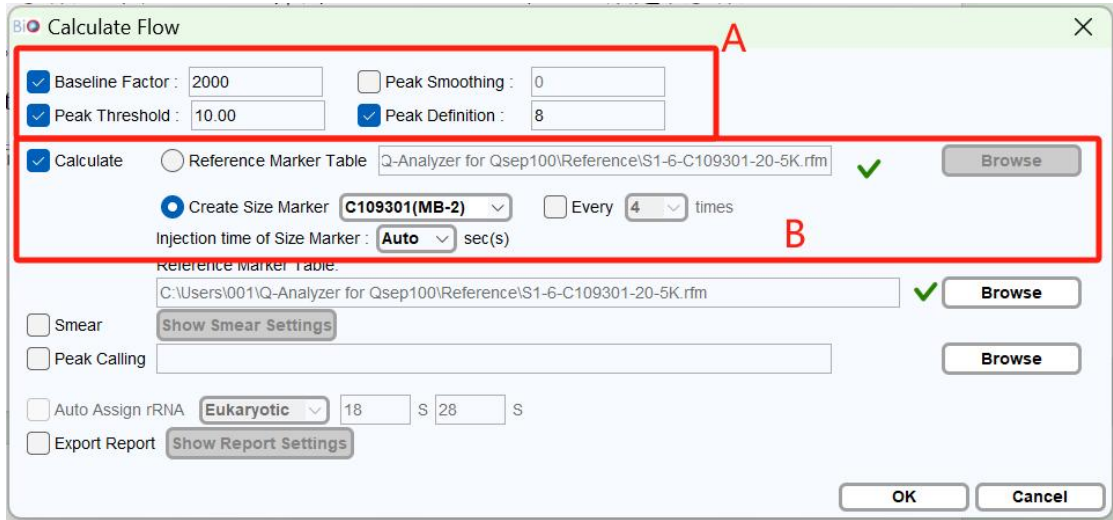

图 16 参数调整
(4) 点击 Para (参数) (图 15, A), 弹出 Calculate Flow 框, 一般建议参数如图 16A 所示。勾选 Calculate, 可根据计算准确度需要选择调用 Reference Marker 或者 Create Size Marker (图 16-B 为新建 size marker。为保证实验结果的准确性, 建议每天先新建一次 Size Marker 之后调用当天的 Reference), 之后点击 OK, 完成程序设置。